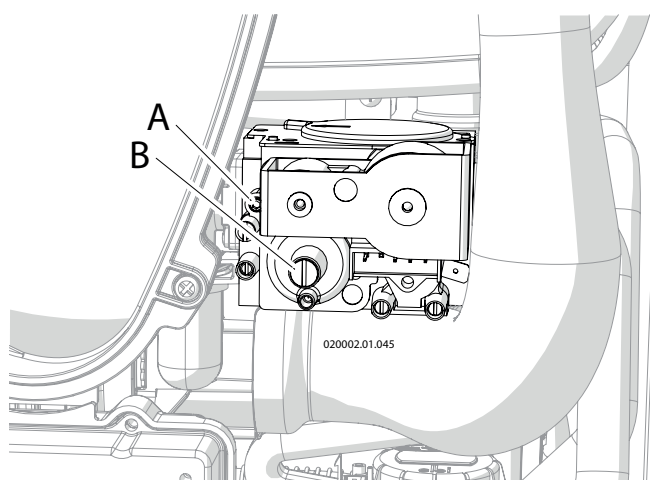

Figura 48
18. - Aprire completamente la vite di regolazione del CO₂ particolare "A" (Figura 48);
- Ruotare in senso orario la vite "A" (Figura 48) per diminuire il tenore di CO₂;
- Ruotare in senso antiorario la vite "A" (Figura 48) per aumentare il tenore di CO₂;
11. - Una volta terminato il controllo sigillare con vernice rossa o sistema equivalente la vite "A" (Figura 48);
- Ruotare in senso antiorario la vite "B" (Figura 48) per diminuire il tenore di CO₂;
- Ruotare in senso orario la vite "B" (Figura 48) per aumentare il tenore di CO₂;
18. - Una volta terminato il controllo, sigillare con vernice rossa o sistema equivalente la vite "B" (Figura 48);